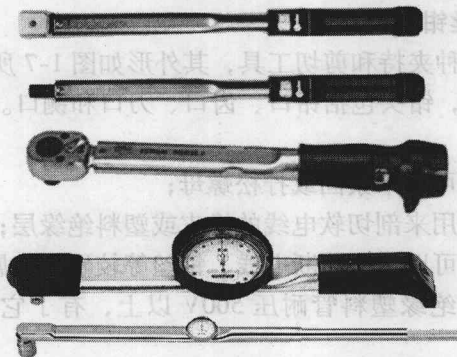

图 1-6 扭力扳手外形图
5. 扭力扳手 扭力扳手是依据梁的弯曲原理、扭杆的弯曲原理和螺旋弹簧的压缩原理而设计的,能测量出作用在螺母上的力矩大小的扳手。如图 1-6 所示,扭力扳手有指针式和预调式两种,它们又可分为平板型和刻度盘型两种。